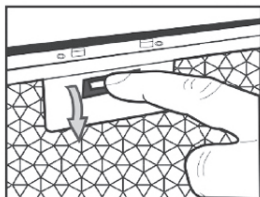

Рис. 12
2. Снимите алюминиевый фильтр вытяжки, нажав на замок фильтра (рис.12).